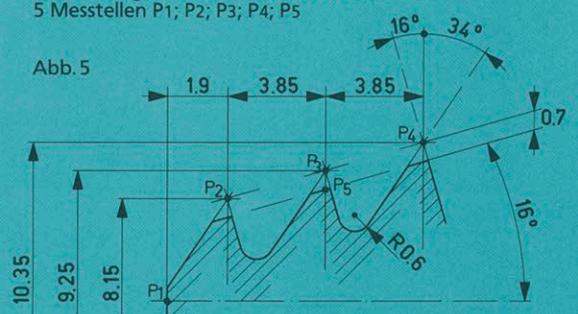

Abb. 5
eines «Tannenbaumprofils» zusammengesetzt aus ② Abb. 5; 6; 7; 8